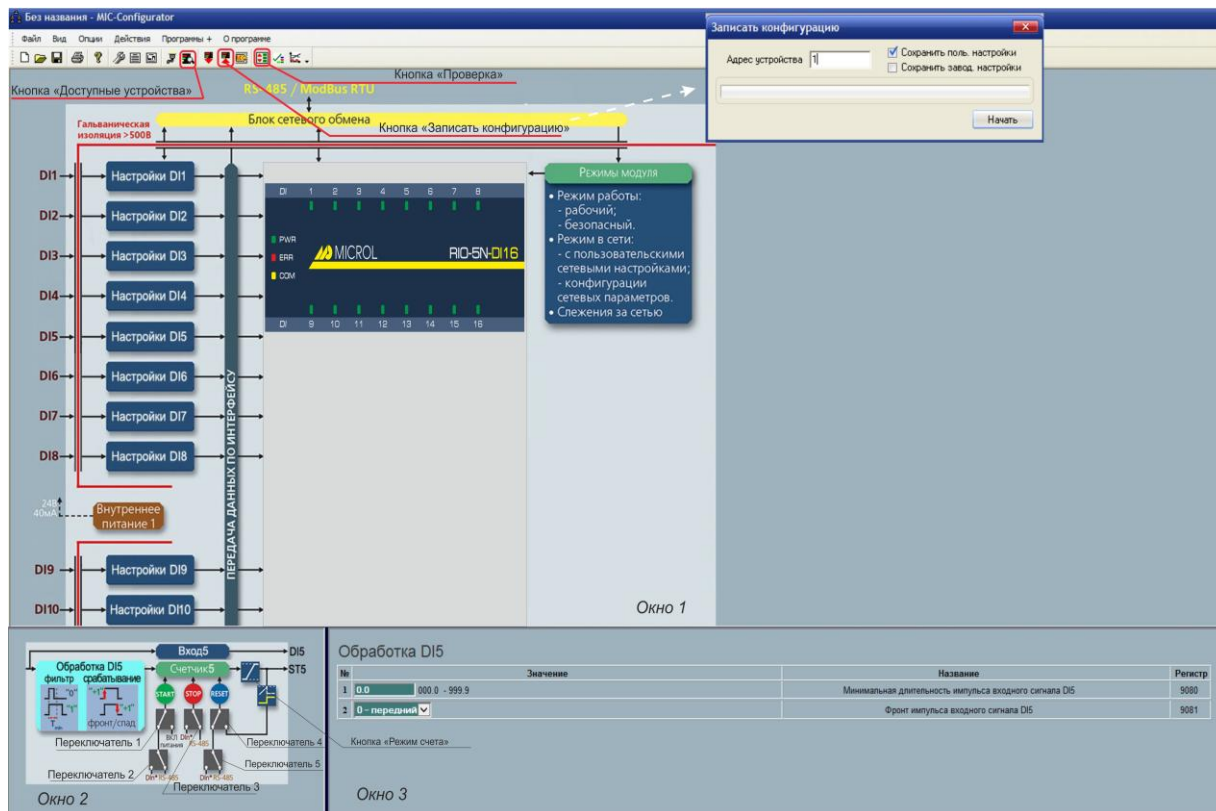

Рисунок 4.7 - Редагування конфігурації
4.3.6.2 У вікні редагування параметрів натиснути кнопку "Блок мережевого обміну" (див. рис. 4.7).